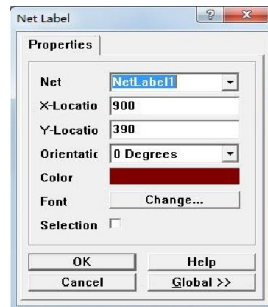

图 4.34 NetLabel 属性对话框
(3) 双击“NetLabel1”，弹出 NetLabel 属性对话框，如图 4.34 所示。